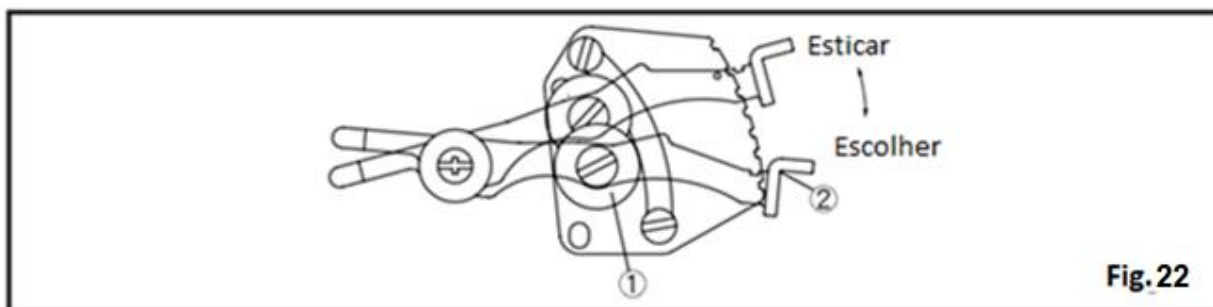

Fig.22
Solte a porca de regulagem (1). Ajuste a barra de regulagem (2) para baixo e irá encolher o tecido. Caso a mova para cima, o material ficará estendido. Aperte a porca de regulagem (1) após concluir os ajustes. (Fig.22) e (Tabela 3)